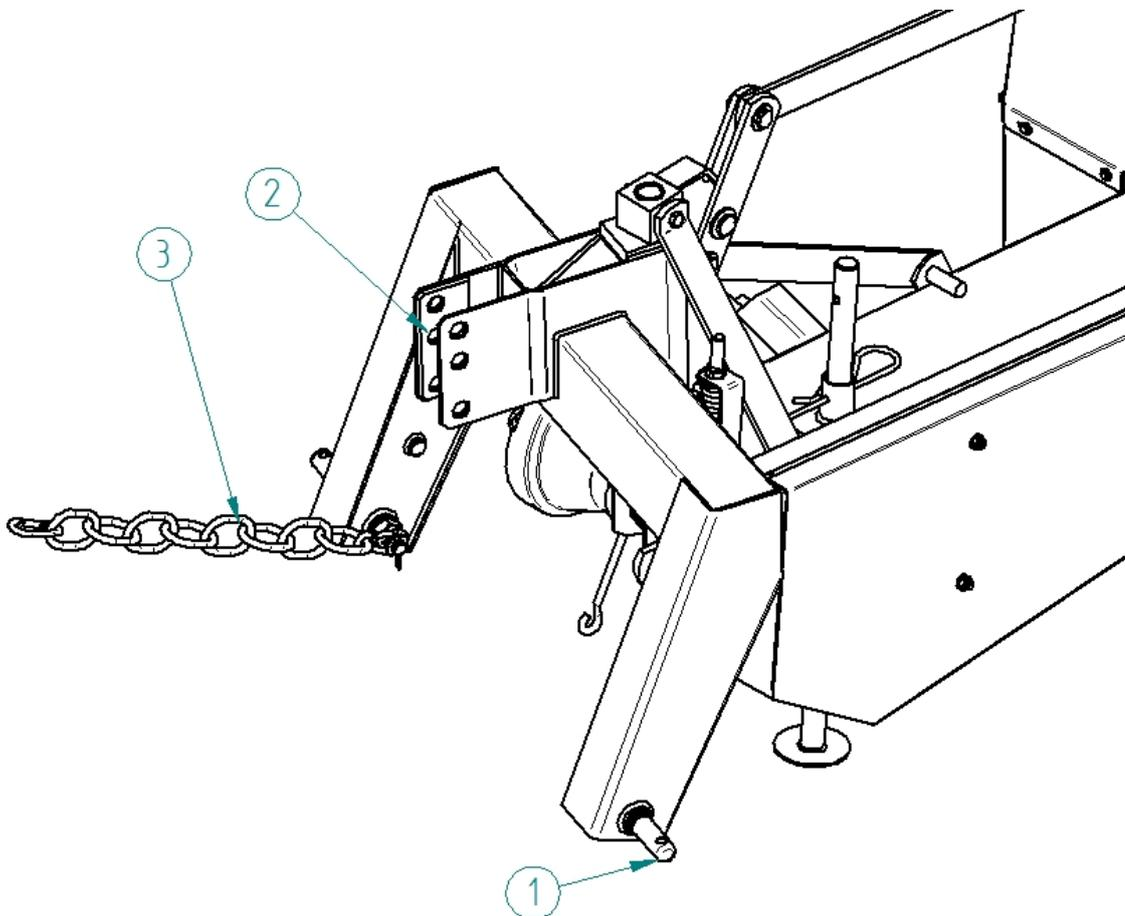

Рисунок 5. Агрегатирование – сборка косилки
1. Наденьте нижние тяги трактора (сначала левую, затем правую) на штифты (рис. 5, позиция 1) подвесной рамы и закрепите шплинтами.
2. Установите конец верхней тяги между пластинами вилки, используя отверстия (рис. 5, п. 2), а затем соедините штифтом и закрепите шплинтом.